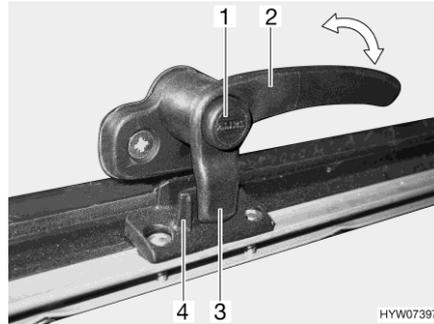
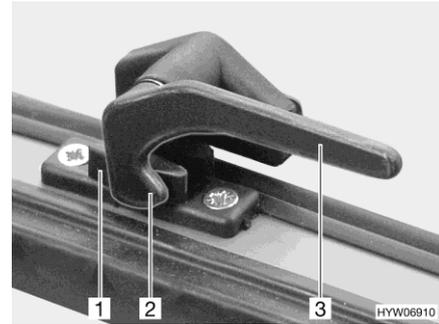

Fig. 86 Leva di serraggio con bottone di sicurezza in posizione "Chiuso"
Fig. 87 Leva di serraggio in posizione "Chiuso"
- Se presente, premere e tenere premuto il bottone di sicurezza (Fig. 86,1).
- Ruotare la leva di serraggio (Fig. 86,2 o Fig. 87,3) di un quarto di giro verso il centro della finestra.
- Ruotare la leva di serraggio (Fig. 86,2 o Fig. 87,3) di un quarto di giro verso il telaio della finestra.
- Il nasello di chiusura (Fig. 86,3 o Fig. 87,2) della leva di serraggio si trova completamente sul lato interno della chiusura della finestra (Fig. 86,4 o Fig. 87,1).
- In posizione "Completamente chiusa" (Fig. 86 e Fig. 87)